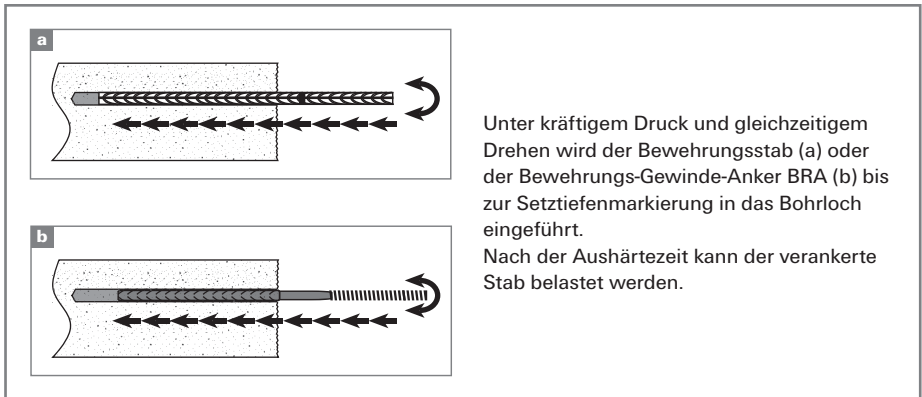

Abb. 10: Einsetzen des Bewehrungsstabes
- Der bereitliegende Bewehrungsstab ist unter **kräftigem Druck** und mit **drehender Bewegung** in das verfüllte Bohrloch **bis zur Setztiefenmarkierung** einzuführen (Abb. 10).